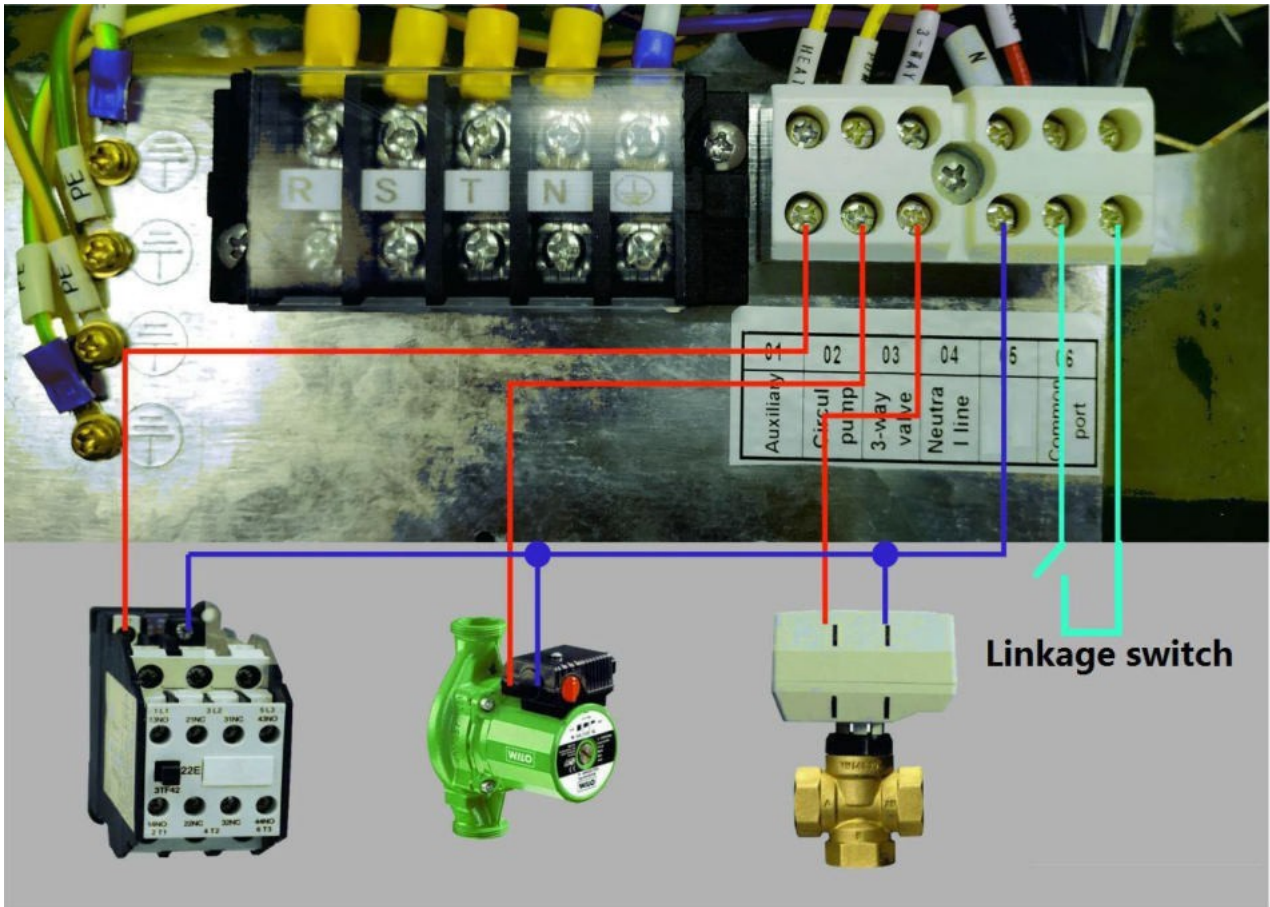

Abbildung 3
- 2) Elektrischer Schaltplan siehe Abbildung 3. (Wenn keine Zusatzheizung installiert werden muss, darf Punkt 1,4 AC-Schütz nicht angeschlossen werden) .